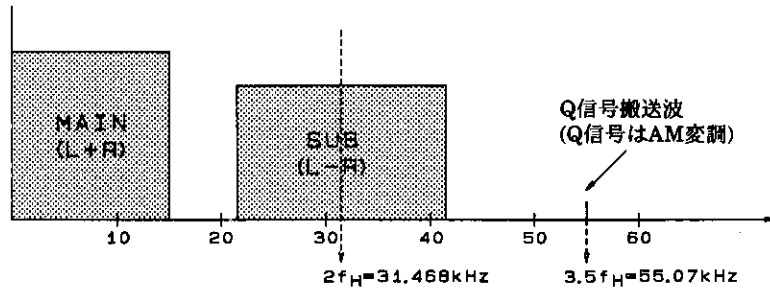

図1
TV音声多重放送では図1のような、信号帯域となっている。SUB信号は、 $2f_H$ を中心に周波数変調されている。Q信号は $3.5f_H$ の搬送波に922.5kHz (BIL), 982.5kHz (ST)のAM変調をしている。